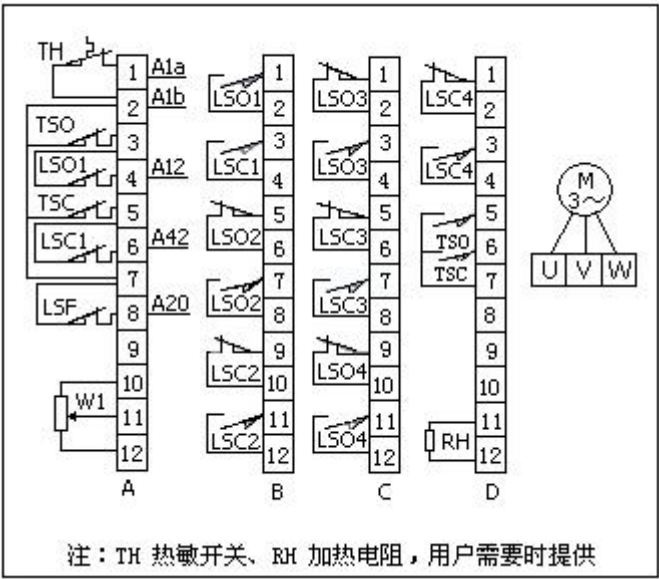

图 16 “95” 典设 51 芯端子接线图
- (b) “95” 典设51芯端子接线见图16 (无C、D端子为非典设端子接线图);